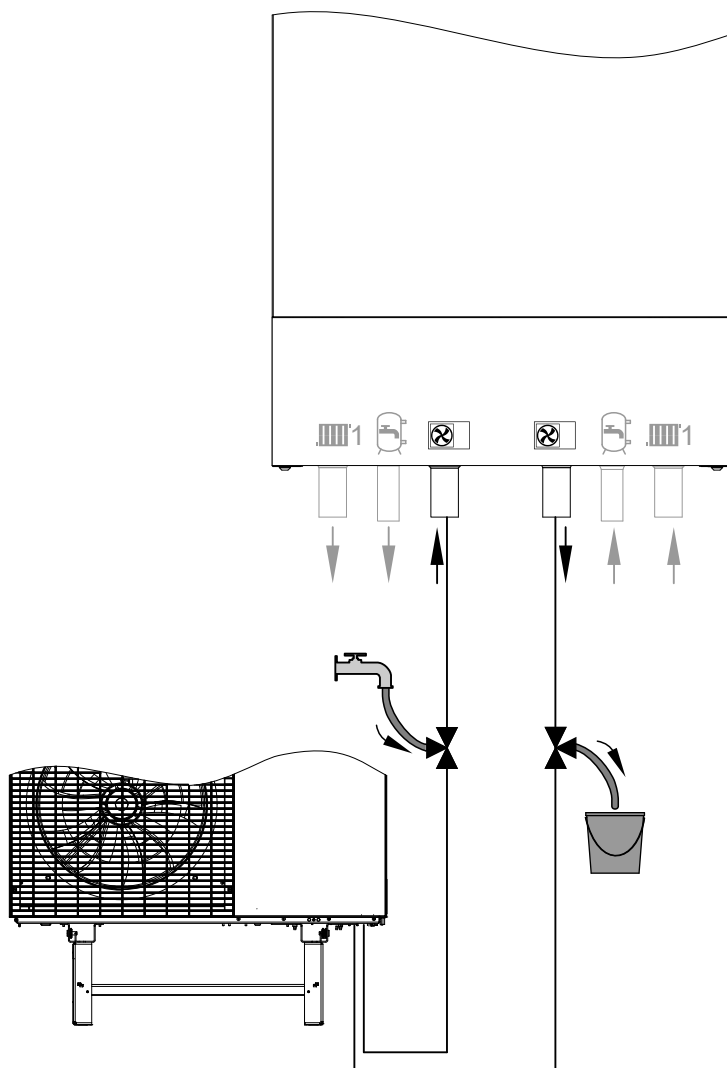

Abb. 65
3. 3-Wege-Kugelhähne im Vor- und Rücklauf Außeneinheit gemäß Abb. 65 öffnen: **Offen in allen Richtungen** Heizwasser über den Befüllschlauch einströmen lassen.